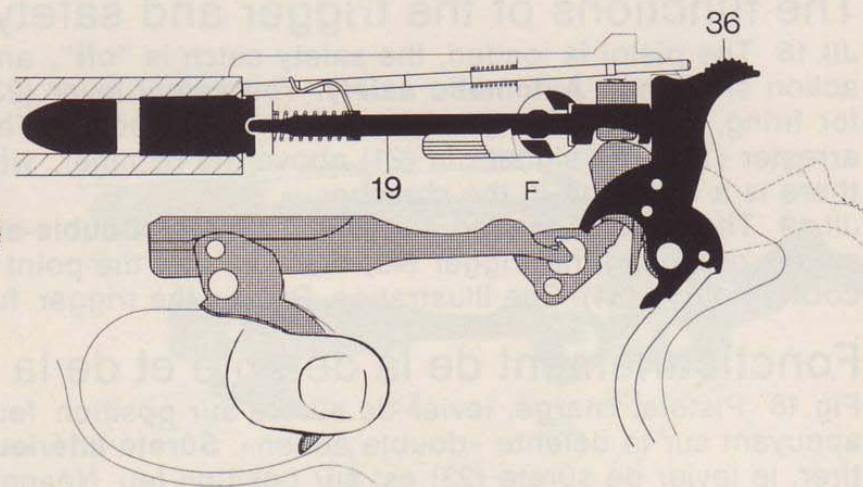

Abb.21
- Fig. 21 Pistolet au moment du départ du coup.